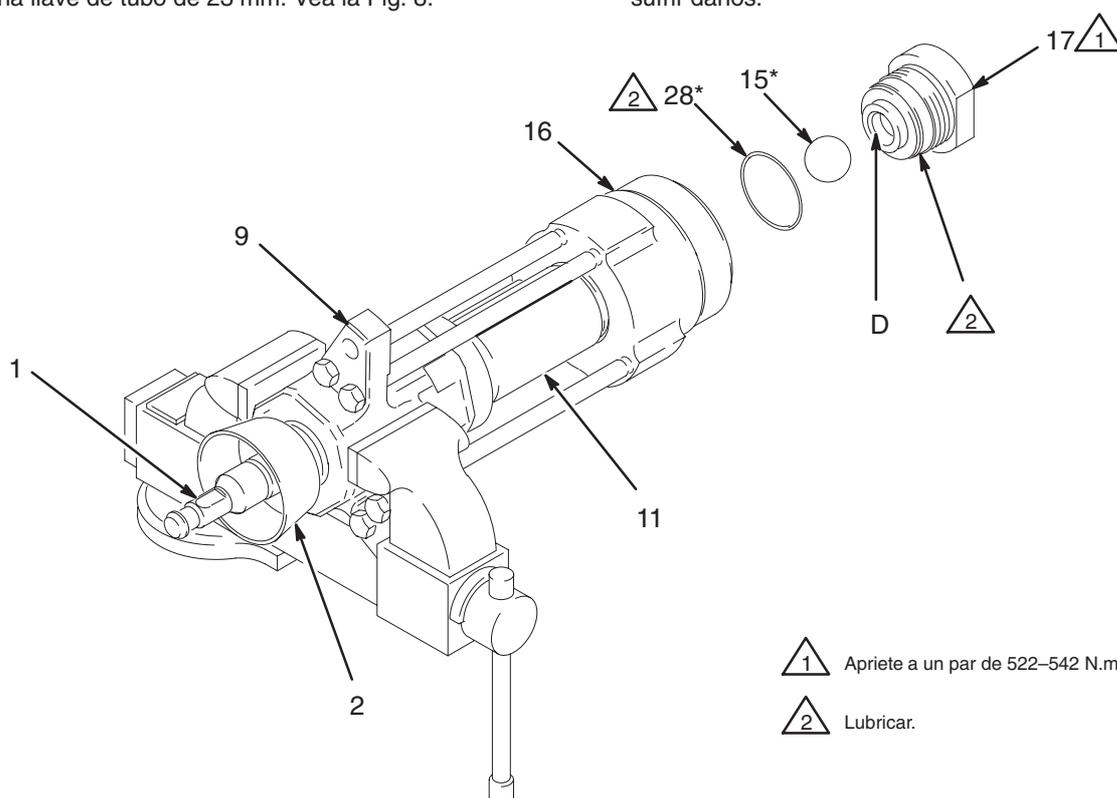

Fig. 5
1. Coloque la bomba sobre un torno de banco en posición longitudinal, con las mordazas en los alojamientos de salida (9), como muestra la Fig. 5. Utilice la llave suministrada (104) para aflojar la tuerca de la empaquetadura (2), pero sin sacarla completamente.
2. Utilice una llave de tubo para aflojar la válvula de admisión (17) del alojamiento de admisión (16). Preste atención y recoja la bola de admisión (15) mientras desmonta la válvula, evitando que pueda caerse y sufrir daños. Saque la junta tórica (28) de la válvula de admisión. Inspeccione la bola y el asiento (D) observando si presentan un desgaste excesivo o están dañadas. Vea la Fig. 5.
11. Coloque la bomba en el torno de banco de forma longitudinal, sujetando el alojamiento de salida (9) con las garras, como muestra la Fig. 5.
12. Instale la junta tórica (28\*) en la válvula de admisión (17). Lubrique la junta tórica y las roscas de dicha válvula. Coloque la bola de admisión (15\*) en el alojamiento de admisión (16), y después atornille a mano la válvula de admisión en el alojamiento de admisión.
13. Utilice una llave para tubos para apretar la válvula de admisión (17) a un par de 522–542 N.m. Vea la Fig. 5.
14. Apriete la tuerca de la empaquetadura (2) a un par de 129–142 N.m.